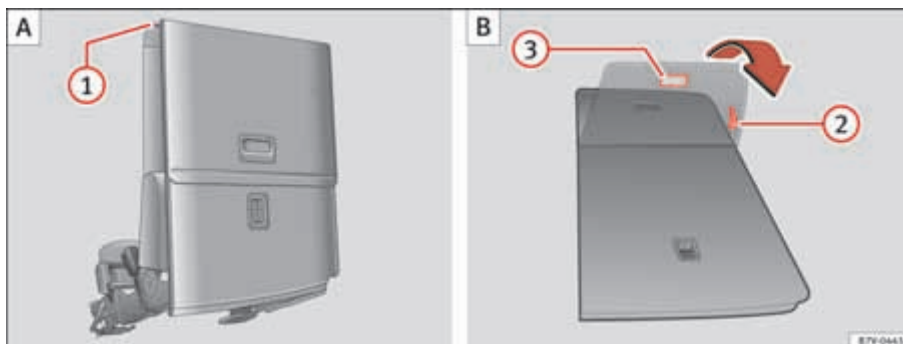

Abb. 90 Dritte Sitzreihe: Rücksitz in Ladebodenposition klappen (A) und zurückklappen (B).
- Gegebenenfalls Hebel ⇒ Abb. 90 ② ziehen, um den Rücksitz in Längsrichtung in die gewünschte Position zu verschieben.
- Gegenstände aus dem Fußraum vor und hinter dem Rücksitz entfernen ⇒ ①.
- Griff ⇒ Seite 136, Abb. 90 ① nach hinten ziehen und Rücksitzlehne nach vorn drücken. Der komplette Rücksitz klappt nach vorn ⇒ ⚠ und auch die Sitzfläche schwenkt selbsttätig nach vorn.
- Schlaufe ⇒ Seite 136, Abb. 90 ② ziehen, um die Sitzabdeckung zurückzuklappen.
- Griff ⇒ Seite 136, Abb. 90 ③ ziehen. Der komplette Rücksitz klappt nach hinten.